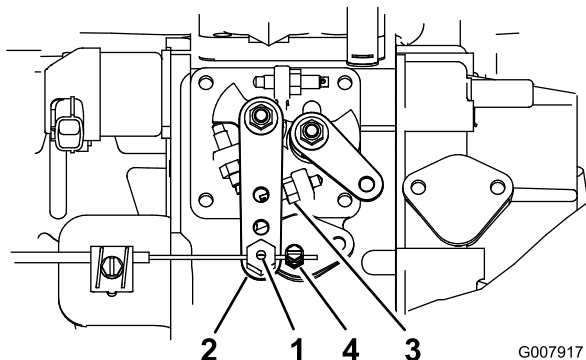

图42
- 拧松油门拉线接头，接头位于油门拉线上靠近喷射泵控制杆的地方（图42）。
- 将喷射泵控制杆臂固定到高怠速限位器（图42）上。